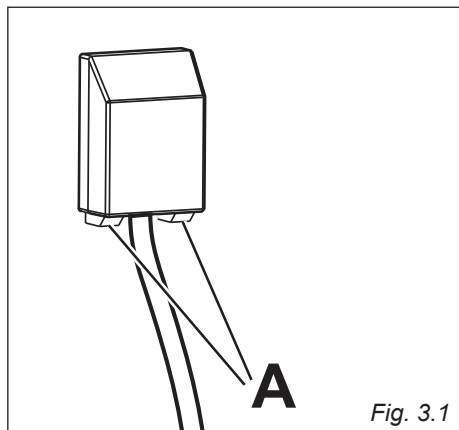

Fig. 3.1
- Sganciare il coperchio della morsettieria inserendo un cacciavite nei due agganci “A” (fig. 3.1).
L'afflusso del gas ai bruciatori è regolato da un rubinetto valvolato comandato dalla manopola di fig. 3.1.
- ✓ L'accensione elettrica è incorporata nelle manopole dei bruciatori e si identifica per il simbolo “★” vicino al simbolo “” (fig. 3.1).